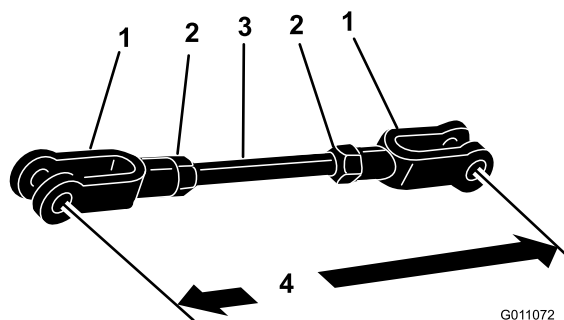

Рисунок 12
6. Установите гайки и вилки на резьбовой шток (Рисунок 12).
7. Отрегулируйте вилки так, чтобы расстояние между центрами отверстий составляло 228,6 мм (Рисунок 12).